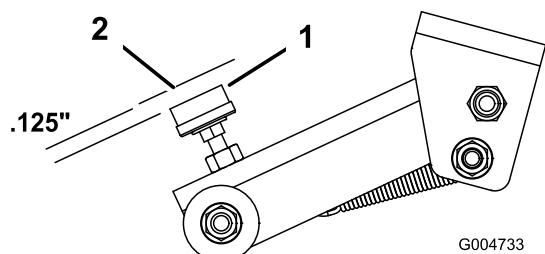

Figura 74
4. La distanza tra il cuscinetto di gomma della vite di regolazione (Figura 74) ed il fermo dell'apparato di taglio deve essere di 3 mm. Se fosse necessario regolare, allentate il dado sulla vite di regolazione, regolate la vite per ottenere la distanza opportuna, e serrate il dado.